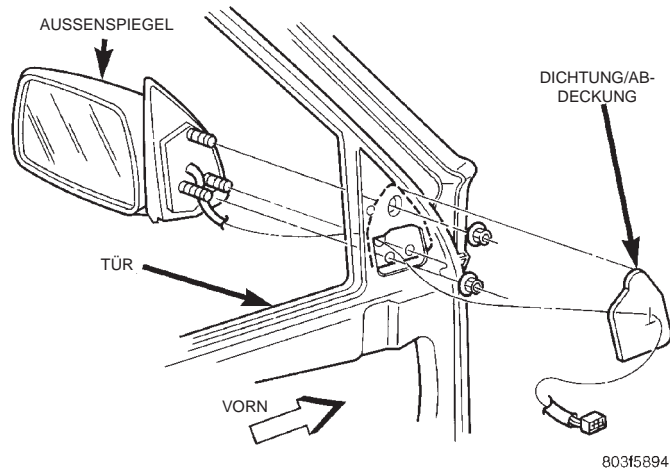

Abb. 9 Außenspiegel
- (1) Türverkleidung abbauen.
- (2) Steckverbinder der elektrisch verstellbaren Außenspiegel von der Verkleidung abziehen.
- (3) Je nach Ausstattung, den 2-poligen Steckverbinder der verstellbaren elektrochrom-Außenspiegel vom Kabelbaum abziehen.
- (4) Halteclips lösen, mit denen der Kabelbaum der Außenspiegel am Türinnenblech befestigt ist.
- (5) Dichtung der Abdeckung an der Innenverkleidung entfernen.
- (6) Haltemuttern des Außenspiegels lösen (Abb. 9).
- (7) Außenspiegel von der Tür abbauen. Näheres hierzu siehe Kapitel 8, "Elektrik".